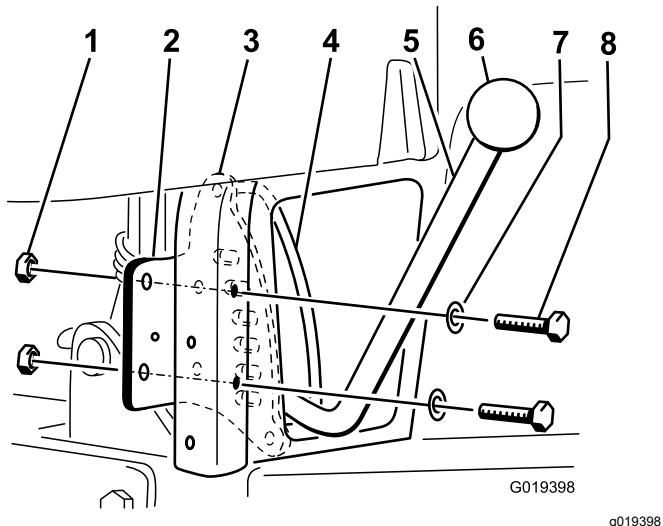

Рисунок 3
Примечание: Рукоятка должна пройти между фиксирующей пластиной и направляющей рукоятки (Рисунок 3).
7. Установите фиксирующую пластину на обратную сторону задней вертикальной трубы рамы с помощью 2 болтов (5/16 x 2 1/4 дюйма) и 2 шайб, снятых на этапе 4, а также 2 контргаек (5/16 дюйма). Расположите детали, как показано на Рисунок 3.
8. Установите головку на рычаг подъема (Рисунок 3).